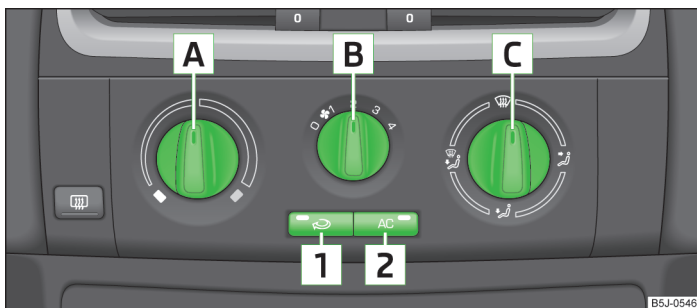

Abb. 80 Klimaanlage: Bedienungselemente
Die Kühlanlage arbeitet nur dann, wenn die Taste **AC** **2** » Abb. 80 auf Seite 81 gedrückt ist und folgende Bedingungen erfüllt sind:
- Den Drehregler **A** » Abb. 80 nach rechts drehen, um die Temperatur zu erhöhen.
- Den Gebläseschalter **B** » Abb. 80 in eine der Positionen 1 bis 4 drehen, um das Gebläse einzuschalten.
- Die Taste **1** drücken, um die Frischluftzufuhr zu schließen » Abb. 80.
- Mit dem Luftverteilungsregler **C** » Abb. 80 wird die Richtung des Luftaustritts geregelt » Seite 78.
- Die Taste **AC** **2** » Abb. 80 drücken, in der Taste leuchtet die Kontrollleuchte auf.
» Die Taste 1 » Abb. 80 auf Seite 81 drücken.
› Die Taste  » Abb. 80 auf Seite 81 erneut drücken.
Wenn der Luftverteilungsregler  » Abb. 80 auf Seite 81 in die Position  gedreht wird, wird der Umluftbetrieb automatisch ausgeschaltet. Durch wiederholtes Drücken der Taste  kann auch in dieser Stellung der Umluftbetrieb wieder eingeschaltet werden.